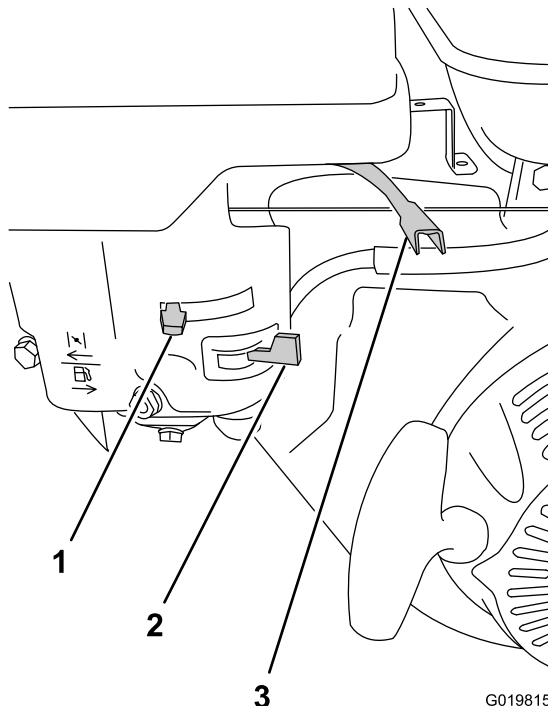

Figura 16
1. En el motor, mueva la palanca del acelerador 1/3 de la distancia entre la posición MIN y la posición MAX (Figura 16); consulte Palanca del acelerador (página 9).
2. Mueva la palanca de la válvula de combustible a la derecha, a la posición de totalmente Abierto (Figura 16); consulte (Válvula de combustible (página 8)).
- Para arrancar un motor frío, mueva la palanca del estérter a la izquierda, a la posición de totalmente Cerrado (Figura 16); consulte Palanca del estérter (página 9).
4. Gire el interruptor del motor a la posición de Encendido (Figura 16); consulte (Interruptor de Encendido/Apagado del motor (página 9)).
1. Asegúrese de que la palanca del estérter está en la posición de Desactivado (Figura 16); consulte Palanca del estérter (página 9).
2. Mueva la palanca del acelerador a la posición MIN (Figura 16); consulte Palanca del acelerador (página 9).